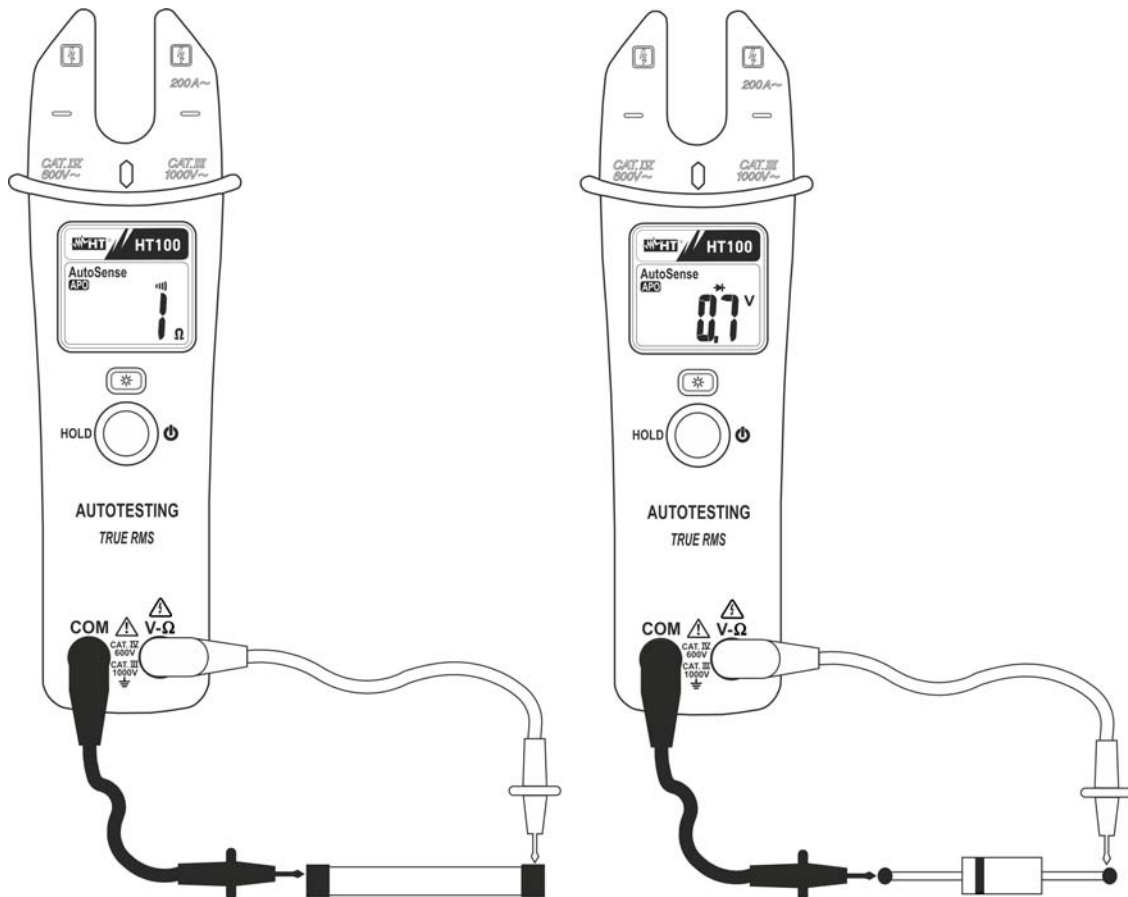

Fig. 6: Uso del instrumento en la prueba de continuidad y prueba de diodos
1. Conecte las dos puntas de prueba en los terminales de la pinza, la roja en el terminal **V-Ω** y la negra en el terminal **COM** y efectuar el test de continuidad an el objeto en prueba (ver Fig. 6 - parte izquierda). El símbolo “ Ω ” es mostrado en el visualizador. El zumbador emite un señal acústica cuando el valor de la resistencia medida es inferior a 25Ω
3. Conecte la punta roja al ánodo del diodo y la punta negra al cátodo (ver Fig. 6 – parte derecha). El símbolo “ $\rightarrow|$ ” es mostrado en el visualizador La correspondiente tensión de polarización directa de la unión P-N es mostrada en el visualizador. Cambie la posición de las puntas para medida de tensión de polarización inversa